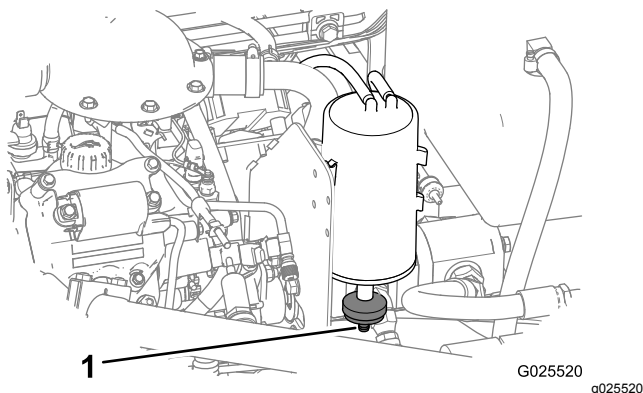

Figura 55
1. Posizionate il filtro dell'aria nella parte inferiore del canister a carboni attivi (Figura 55).